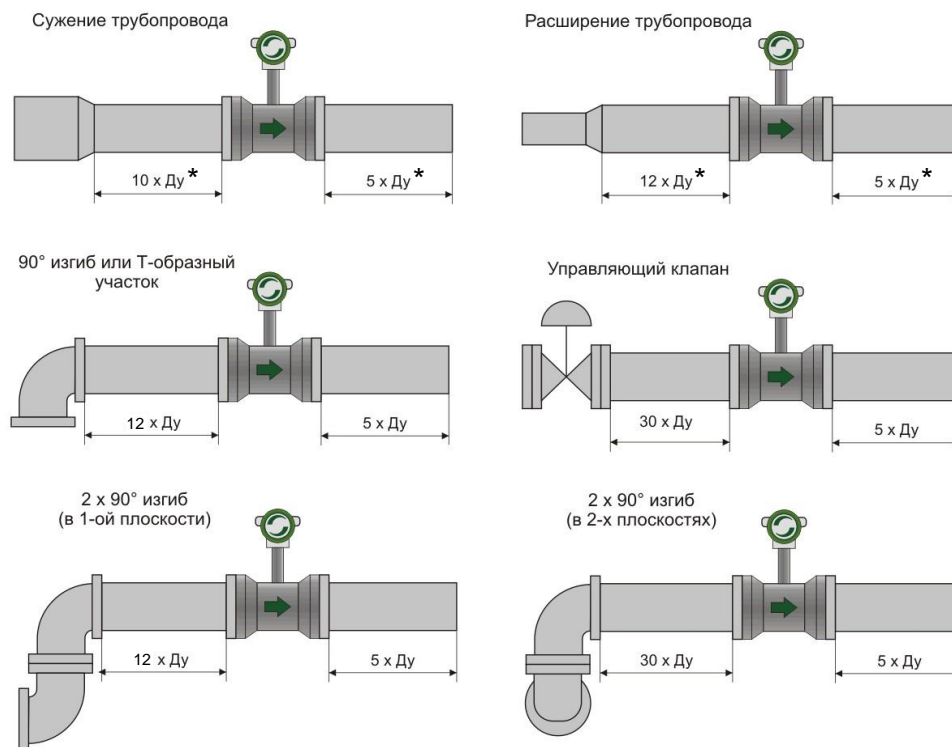

Рисунок 2.5 - Требуемые прямые участки трубопроводов**
2) При монтаже должны быть обеспечены требуемые длины входных и выходных прямолинейных участков. В зависимости от наличия сужений, расширений, изгибов труб, регулирующих механизмов или устройств, находящихся выше по потоку от места установки прибора, длины прямолинейных участков до и после преобразователя должны быть не менее величин, указанных на **рис. 2.5**.